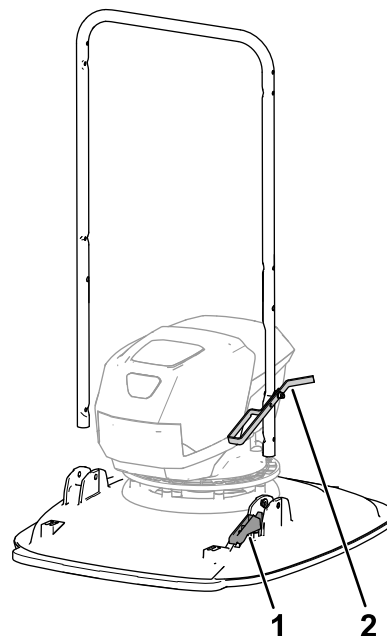

**Bild 6**
2. Richten Sie den Fußanschlag des Holms auf den Höhenanschlag am Mähwerk aus (**Bild 6**).